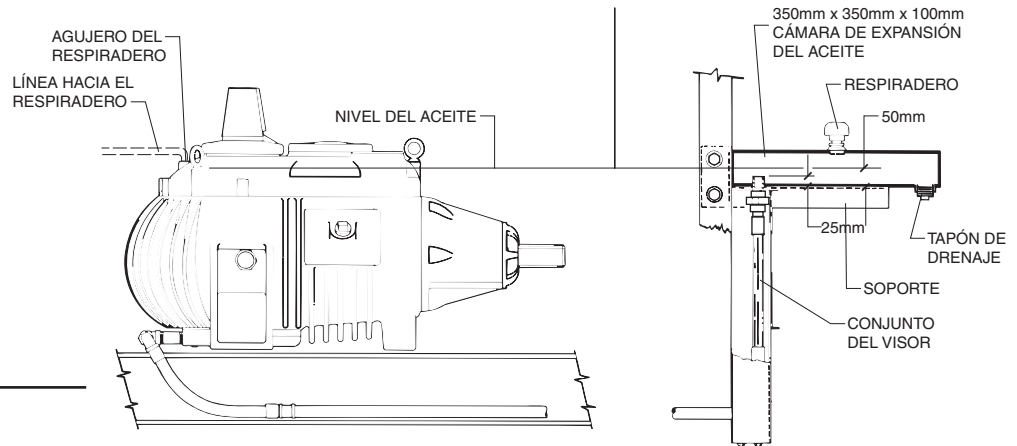

Figura 1
2. Construya una cámara de expansión y móntela en la prolongación del visor; vea la Figura 1. Dicha figura muestra las proporciones de la cámara de expansión y su relación de elevación con respecto al nivel de aceite. El propósito es permitir la expansión del aceite originada por el cambio de temperatura con respecto a la del momento del llenado, sin causar que se desborde por el cierre del eje del ventilador. Cámaras más pequeñas pueden satisfacer las aplicaciones con Geareducer más pequeños, pero deben mantenerse la profundidad de 102 mm y las relaciones de elevación.
utilice el mismo procedimiento que se delineó para los Geareducers con instrumentos externos y líneas de drenaje. Será necesario instalar un instrumento externo y una línea o tubería de drenaje y una prolongación que permita el montaje de la cámara de expansión fuera del cilindro del ventilador. Vea la Figura 1.